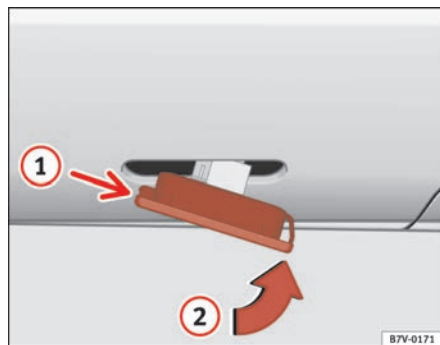

Abb. 163 Seitlicher Blinker
- Den Blinker durch Einrasten der Halterungen ① ⇒ Abb. 163 zuerst in die Aufnahme in der Karosserie und anschließend den Blinker in Richtung von Pfeil ② einsetzen. ■